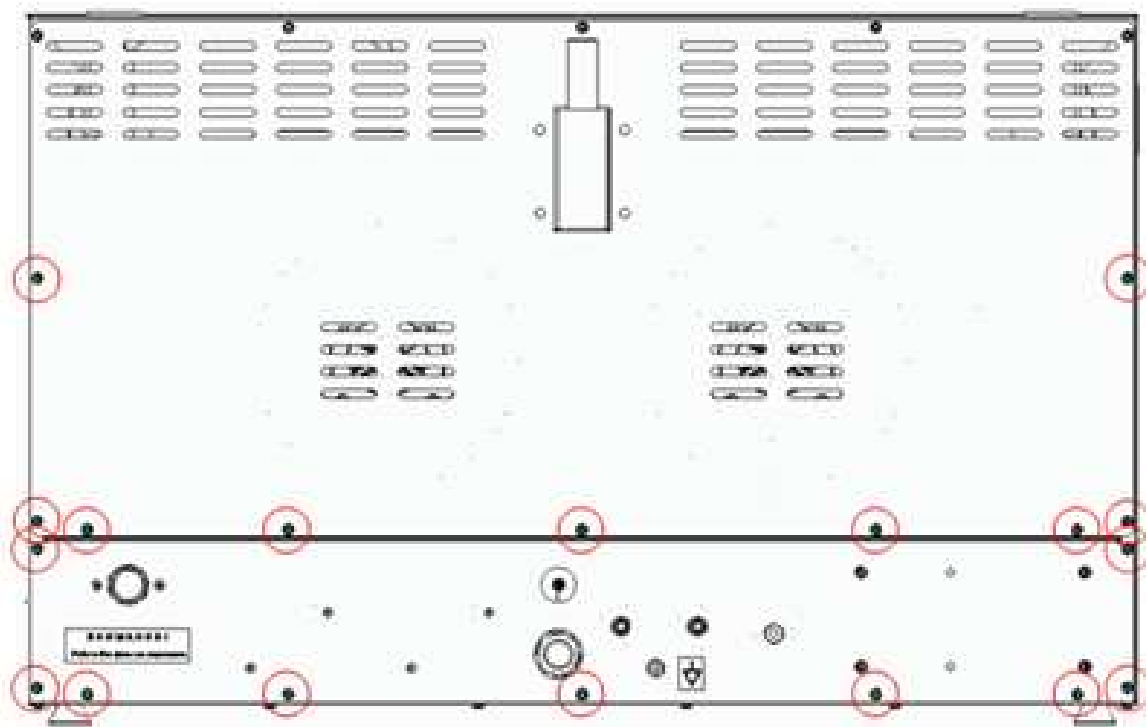

Рис. 3
5. Используя отвертку с крестовым шлицем, снять саморезы крепления задней стенки и щита монтажного (см. рис. 3).
22. Установить щит монтажный и зафиксировать саморезами при помощи отвертки с крестовым шлицем (см. рис. 3).